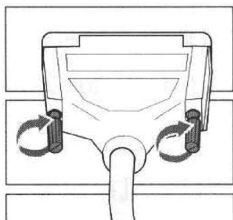

图 2-40 连到计算机的并口上
- ③ 将电缆另一端连到计算机的并口上，并拧紧附属螺丝固定好电缆，如图 2-40 所示。